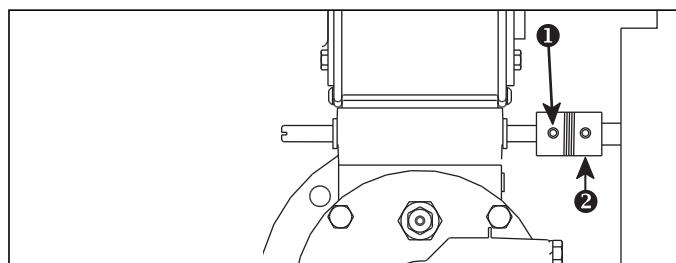

图 4.3. 配置柔性联轴器的执行器
- a. 对于配置带有固定螺钉的联轴器的空气控制执行器，如图 4.3 所示，松开位于联轴器 (2) 燃烧器侧的固定螺钉 (1)。
- d. 对于配置带有固定螺钉的联轴器的空气控制执行器，如图 4.3 所示，紧握蝶阀就位并拧紧固定螺钉 (2)。